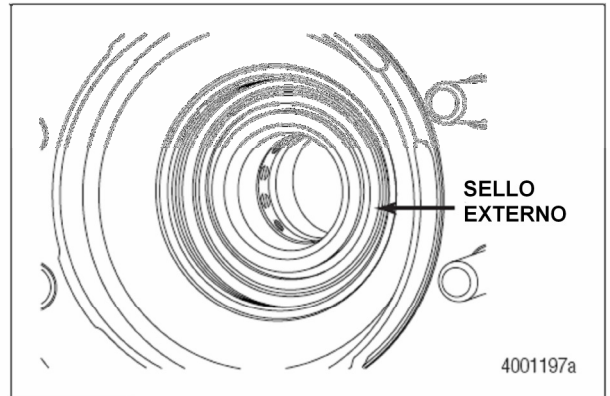
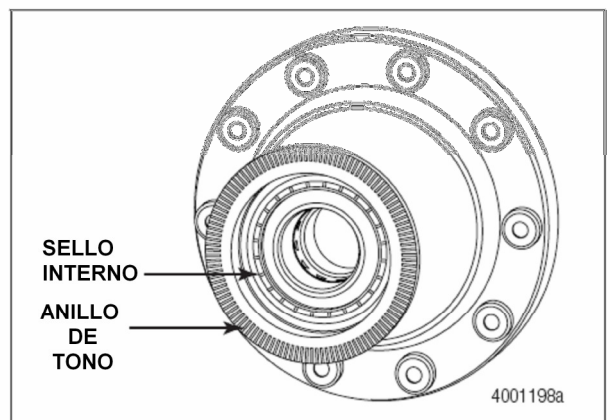

Figura 13.15
Figura 13.16
- A. No hay daño visible en los sellos internos ó externos y los rodamientos no se han desasentado. Figura 13.15 y Figura 13.16.
- B. Los dientes del timbre de tono no están dañados y no hay dientes rotos ó perdidos en el timbre de tono. Figura 13.16.